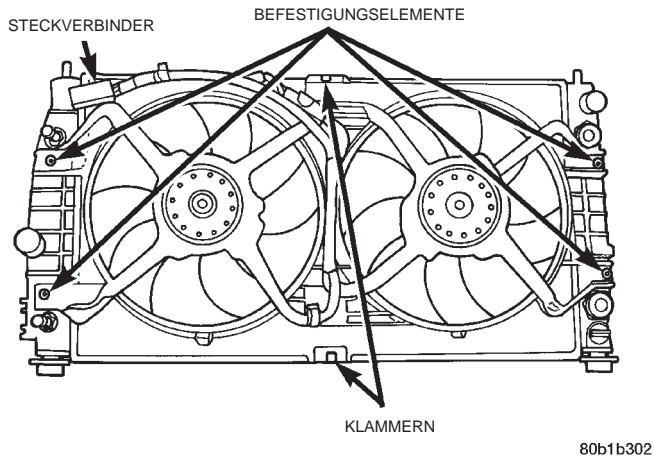

Abb. 27 Lüftereinheit
- (1) Den oberen Kühler-Querträger abbauen. Näheres hierzu siehe Kapitel 23, "Karosserie".
- (2) Den Steckverbinder des elektrischen Lüfters abziehen.
- (3) Die Befestigungselemente und Klammern an der Lüftereinheit abbauen (Abb. 27).
- (4) Die Lüftereinheit nach oben herausheben und dabei zur Vermeidung von Beschädigungen auf ausreichenden Abstand zum Kühler achten.